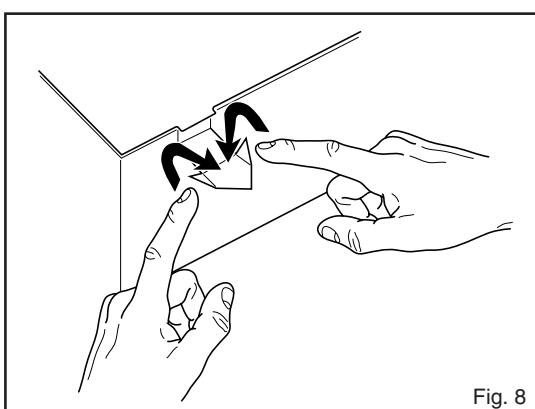

Fig. 8
- a) Replier les extrémités pointues en haut et vers l'intérieur (fig. 8).